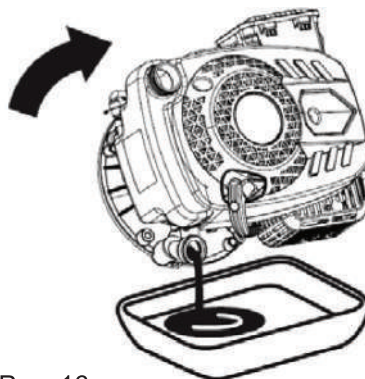

Рис. 16
5. Наклоните газонокосилку на бок и слейте отработанное масло из картера двигателя через маслозаливную горловину в заранее подготовленную емкость (Рис. 16).